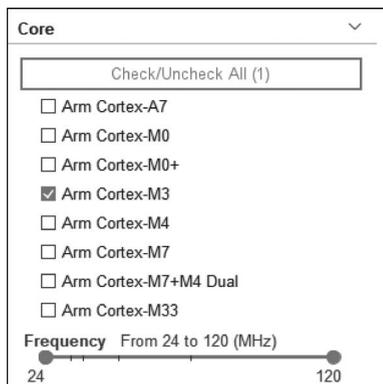

图 3-8 选择 Cortex 内核
① Core(内核): 筛选内核, 选项中列出了 STM32 支持的所有 Cortex 内核, 如图 3-8 所示。